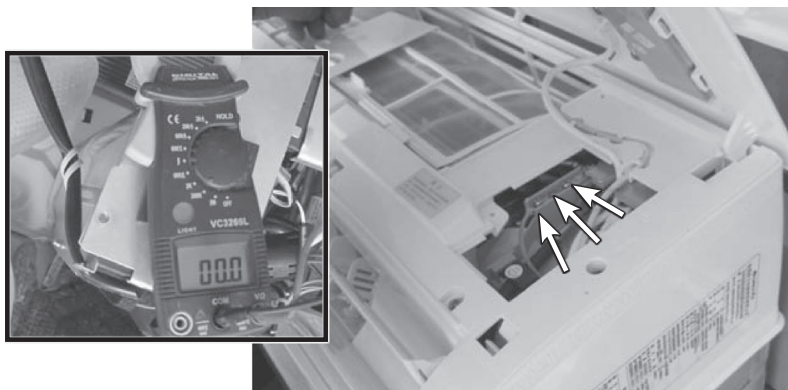

图 6-28 逐个测试，相通者为地线
② 用万用表电阻档检测，首先测量出地线逐个测量接头，与铜管相通者为地线，如图 6-28 所示。
③ 再测量余下 4 根线，找出其中阻值最小的两根线，为 N 线与压缩机线，判断 N 线时，用两根线分别与另外任意一根线测量，结果会相差 3Ω 左右，